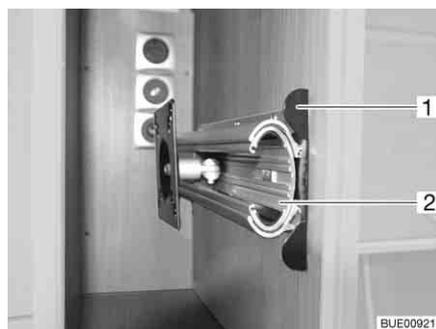

Fig. 44 Supporto nel mobiletto porta TV
- Premere verso l'interno il listello di sblocco (Fig. 44,1).
- Estrarre interamente la base estraibile (Fig. 44,2).
- Inserire la base estraibile Fig. 44,2), finché il listello di sblocco (Fig. 44,1) non si arresta a scatto.